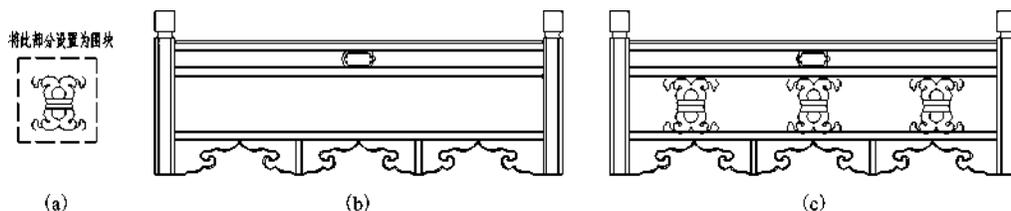

图 1-71 用块定数等分对象
**【实例 1-29】** (1)将图 1-71(a)虚线框内的对象定义为图块, 图块名为 tu。(2)将图块 tu 插入图 1-71(b)相应位置, 完成后的图形如图 1-71(c)所示。
③删除直线 AB 及两个多余的块, 结果如图 1-71(c)所示。